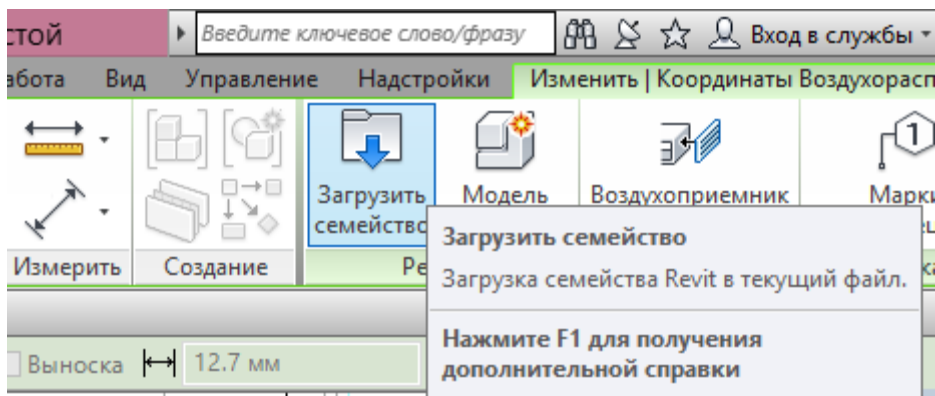

Рисунок 5.8. Загрузка семейства воздухораспределителя
5.2. В панели инструментов выбрать «Загрузить семейство» (рисунок 5.8).